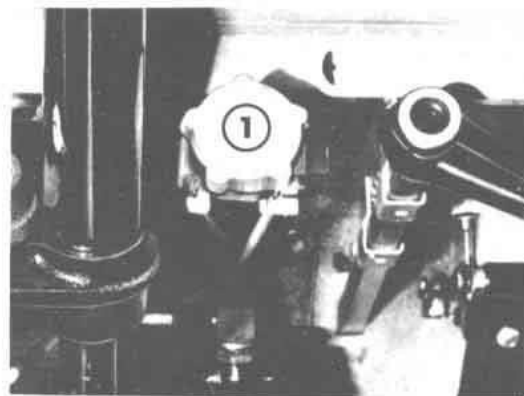

Fig. 38 - Reglaje de los proyectores luminosos mientras se circula
- *Reglaje mientras se circula* (Fig. 38)